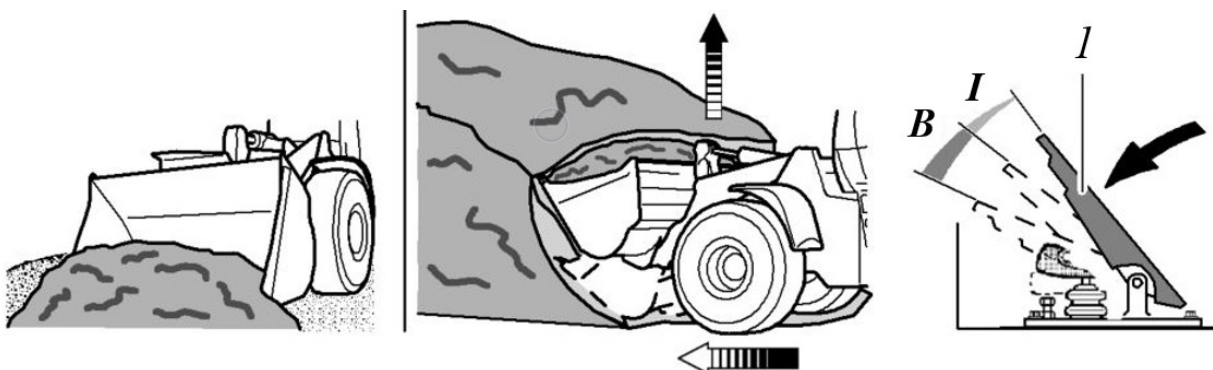

Рисунок 3.75. Захват материала
3.4.1. Захват материала (рис. 3.75)